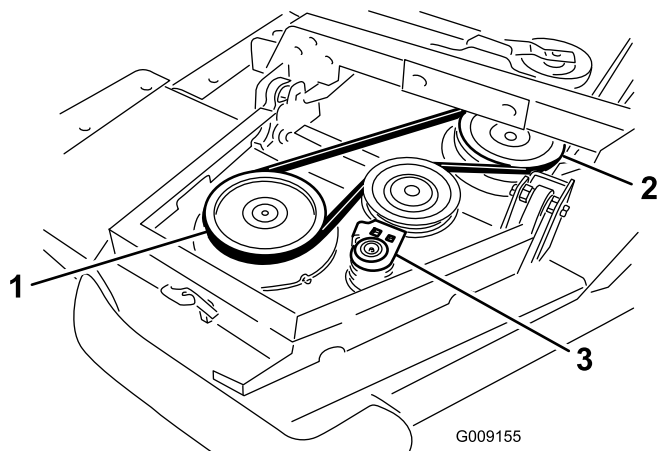

Figura 5
- Pase la correa por la polea del eje del ala y la polea del eje de la carcasa delantera (Figura 5).
- Usando una llave de carraca u otra herramienta similar, aleje la polea tensora de las otras poleas (Figura 5).